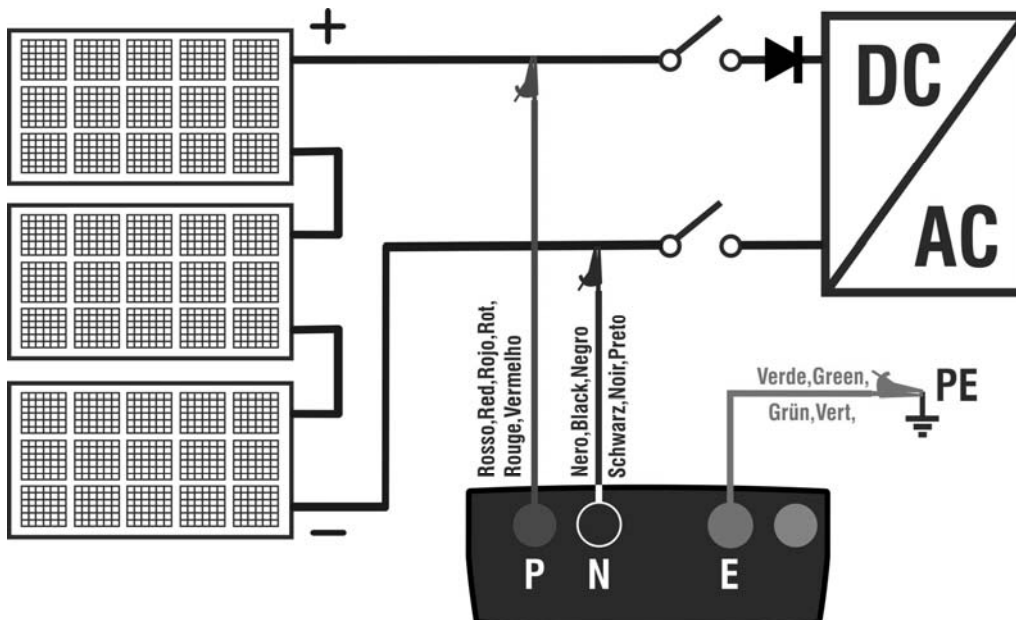

Abb. 8: Verbindung des Geräts für Isolationsmessung in Betriebsmodus GFL
8. Verbinden Sie das Gerät mit dem zu prüfenden PV-String, wie in der Abb. 8 gezeigt. Denken Sie daran, dass alle Überspannungsableiter, die an die Kabel des Strings / der Strings angeschlossen sind, ebenfalls getrennt werden müssen und dass es ratsam ist, die Messung vor Sperrdioden durchzuführen
2. Verbinden Sie das Gerät mit dem zu prüfenden PV-String, wie in der Abb. 8 gezeigt.